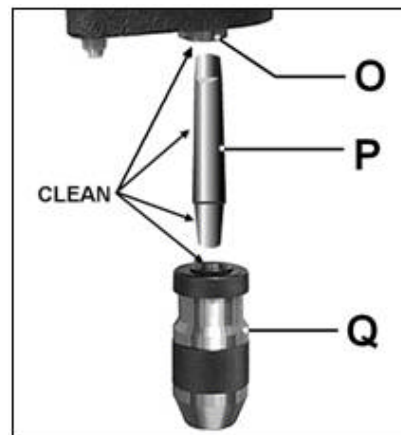

Fig 9
Reinigen Sie mit einem Tuch den Spindelkegel (O, Fig 9), den Aufnahmedorn (P) und den Bohrfutterkegel (Q).